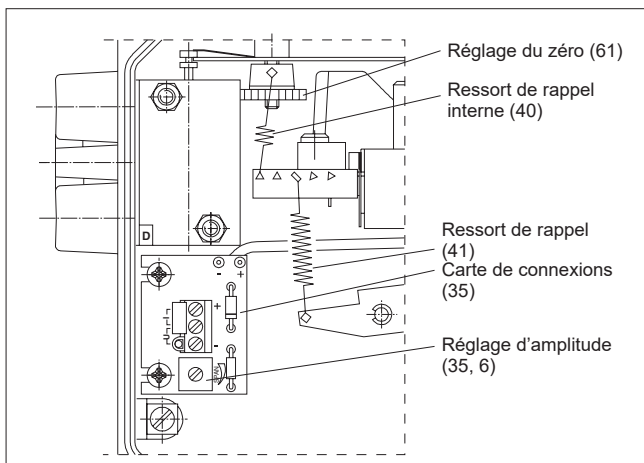

Fig. 12. Réglage du zéro et de l'amplitude
2. Régler le signal d'entrée à la limite de fermeture de la vanne de façon que sa valeur soit supérieure ou inférieure de 2 %, c'est-à-dire 0,3 mA, à la valeur limite (exemple : $4 + 0,3 = 4,3$ mA, ou $20 - 0,3 = 19,7$ mA). Desserrer l'écrou de réglage du zéro (61) avec un tournevis ou à la main de façon à amener doucement l'actionneur à la position de limite de fermeture. La vanne devrait s'entrebâiller avec un changement du signal de 4 % soit 0,6 mA (exemple : $4 + 0,6 = 4,6$ mA, ou $20 - 0,6 = 19,4$ mA). Cf. Figures 12 et 13.
5. Visser l'indicateur (32) en place, la ligne jaune devant être parallèle à l'obturateur de la vanne. Serrer la vis (57).